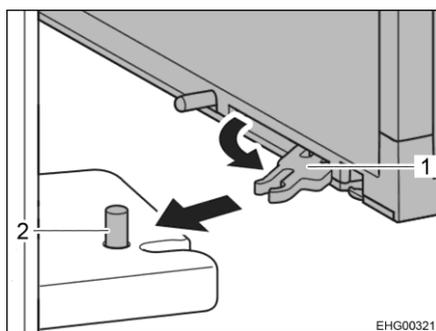

Fig. 118 Bloqueo de la puerta del frigorífico
- En el lado interior de la puerta del frigorífico plegar el separador (Fig. 118,1) arriba y abajo hacia fuera y tirarlos hacia delante.
- Dejar que cada separador engatille en el perno (Fig. 118,2) correspondiente.